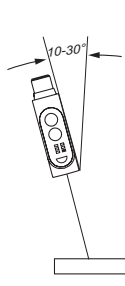

Abb. 7
- Bei stark reflektierenden oder glänzenden Objektoberflächen den Sensor um ca. 10-30° zur Objektoberfläche neigen. (Abb. 7).